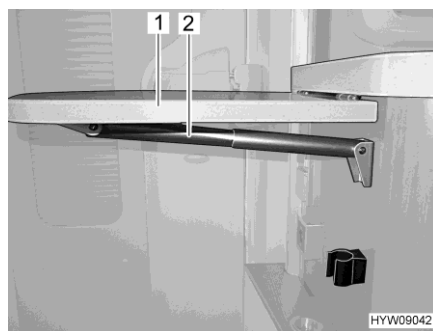

Fig. 83 Table pliante / surface de travail
- Saisir la table pliante / surface de travail (Fig. 83,1) par le bas et la désenclencher d'une légère traction.
- Faire basculer le plateau de table vers le haut jusqu'à ce que la fixation du support télescopique (Fig. 83,2) ait prise. Lâcher le plateau de table.